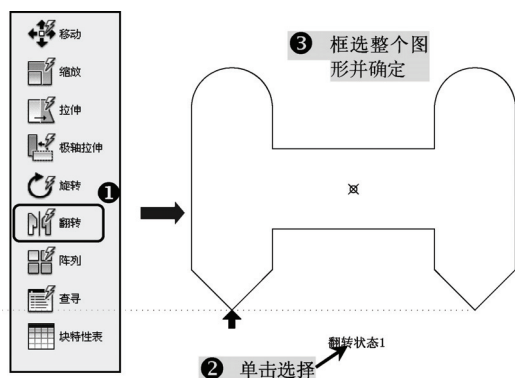

图 9-20 翻转动作操作
3) 在“动作”选项卡中单击“翻转”工具按钮,选择刚才绘制的标签,再框选整个图形并确定,如图9-20所示。